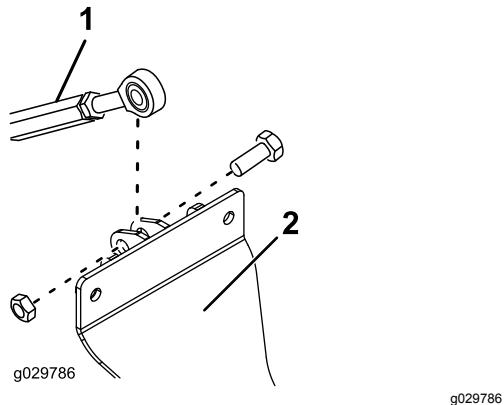

Figura 5
- Sujete la rótula del acoplamiento roscado al soporte del cilindro con un perno ($\frac{1}{2}$ " x $1\frac{1}{2}$ ") y una contratuerca ($\frac{1}{2}$ "), según se muestra en Figura 5.